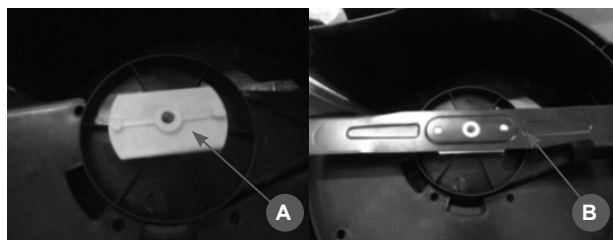

Рис.4
1. Установите адаптер ножа (А) на вал газокосилки Рис.4.
2. Установите нож (В) на адаптер Рис.4.